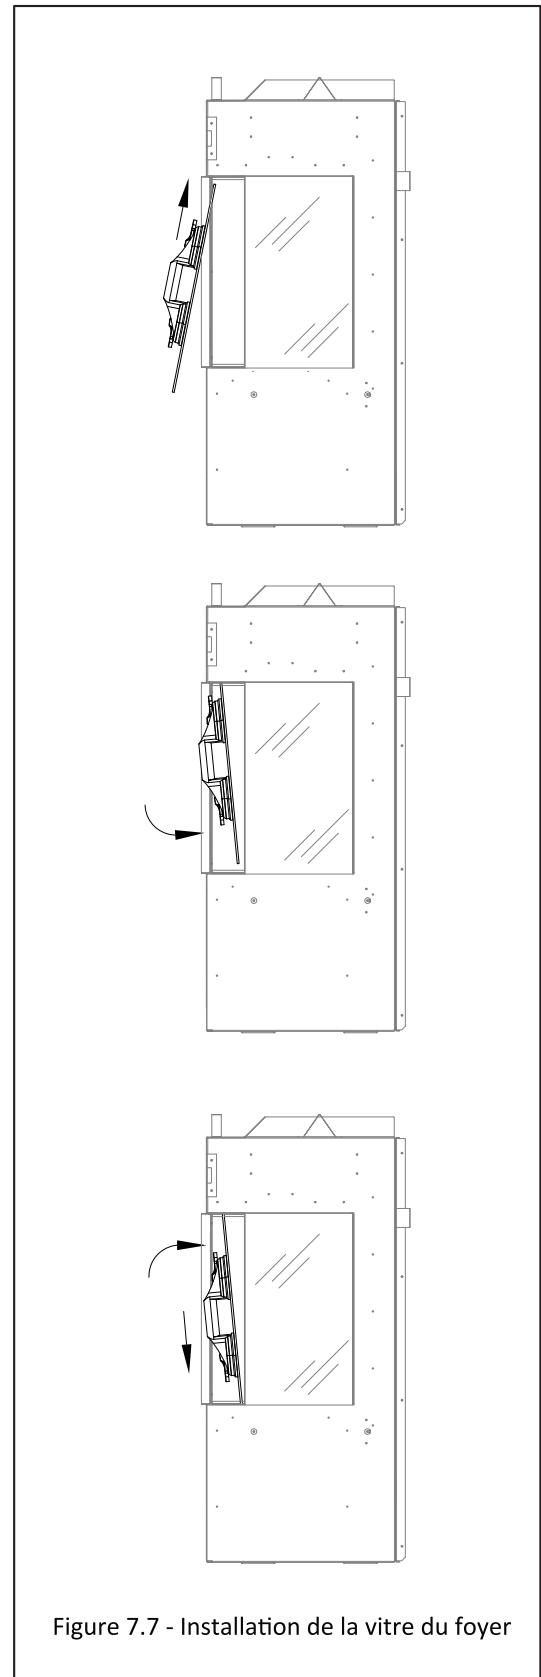

Figure 7.7 - Installation de la vitre du foyer
2. Installez la vitre de façade. En l'installant, il peut être utile de commencer par les fixations inférieures déjà installées mais dont les écrous sont desserrés. En soulevant la vitre pour la mettre en place (Voir Figure 7.7), éloignez-la un peu du côté n'ayant pas encore de vitre latérale installée. Vous pouvez glisser la vitre de côté pour l'insérer dans la bande d'étanchéité en silicone de la vitre latérale précédemment installée.